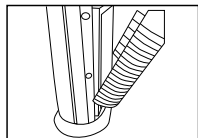

Fig. 6
2. Abra la placa hacia afuera hasta que las lengüetas de la parte inferior de la placa de la rejilla se deslicen fácilmente por la unidad. (Fig. 6)